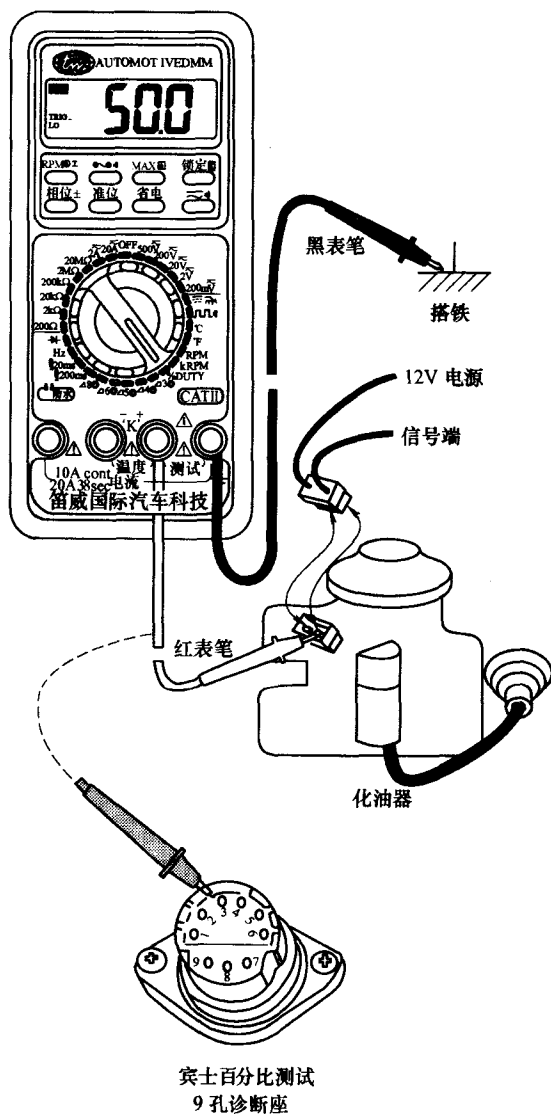

图 1-9 百分表检测
① 电表旋钮开关拨在“DUTY”位置。
② 红表笔及黑表笔接法如图 1-9 所示。
③ 黑表笔 (黑色线) 接在车身搭铁或蓄电池负极。
④ 红表笔接在诊断座 3 位置,可检测各项动作百分比数值。若无数值显示时,调整准位为 Lo 或 Hi 位置。测量内容见表 1-2。